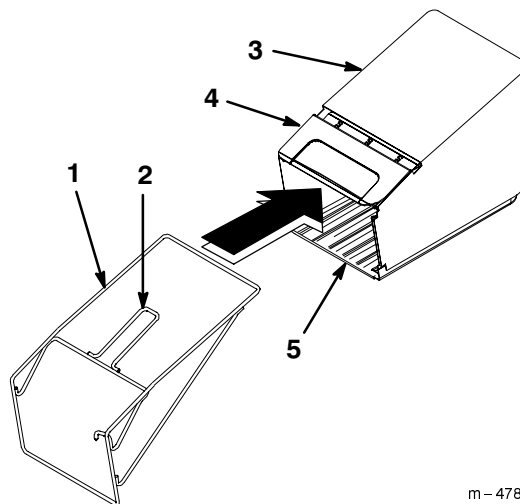

Abbildung 4
1. Den Graskorbrahmen wie in Abbildung 4 gezeigt in den Graskorb stecken.
2. Die Korbabdeckung wie in Abbildung 4 gezeigt oben auf den Rahmen legen.